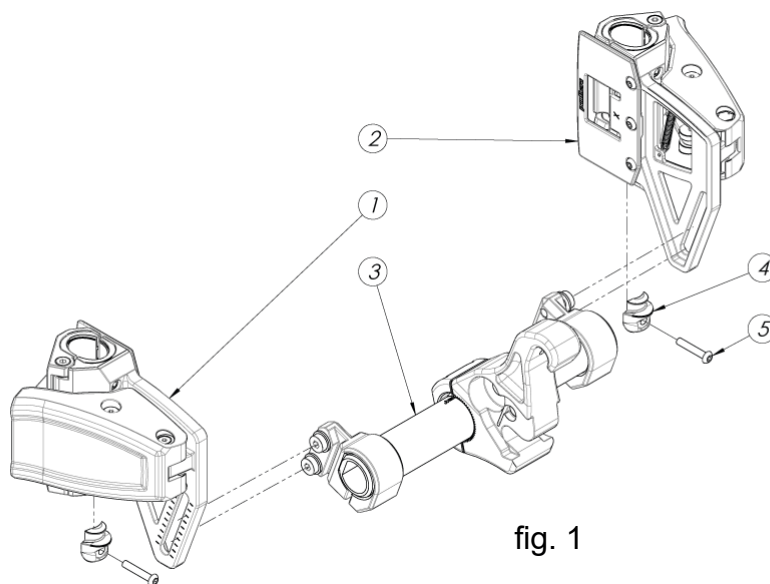

fig. 1
Läs monteringsanvisningen ordentligt och använd "Stoppklack", **se pos. 4 i fig 1** för att undvika felaktig montering på rullstolen.
- Kontrollera även inserts (A och B i bild 2) och fjäderplattor (Pos 1 och 2 i fig 1) efter förslitningsskador som kan orsaka sämre passform och stabilitet
Kontrollera årligen fjäderplattans (Pos 1 och 2 i fig 1) styvhet som kan minska och varav Quick Connector kan lossna och falla på fot.